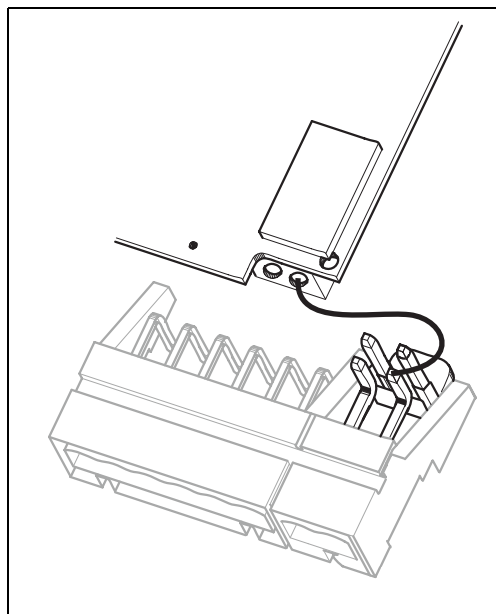

Fig. 12 : Module d'entrée pH et jeu de bornes pH dans le couvercle du boîtier avec câble (rouge) pour le raccordement d'électrodes pH/redox en verre
5. Sur le côté droit du couvercle du boîtier, retirez des deux côtés le câble rouge vers l'entrée pH (voir fig. 12).